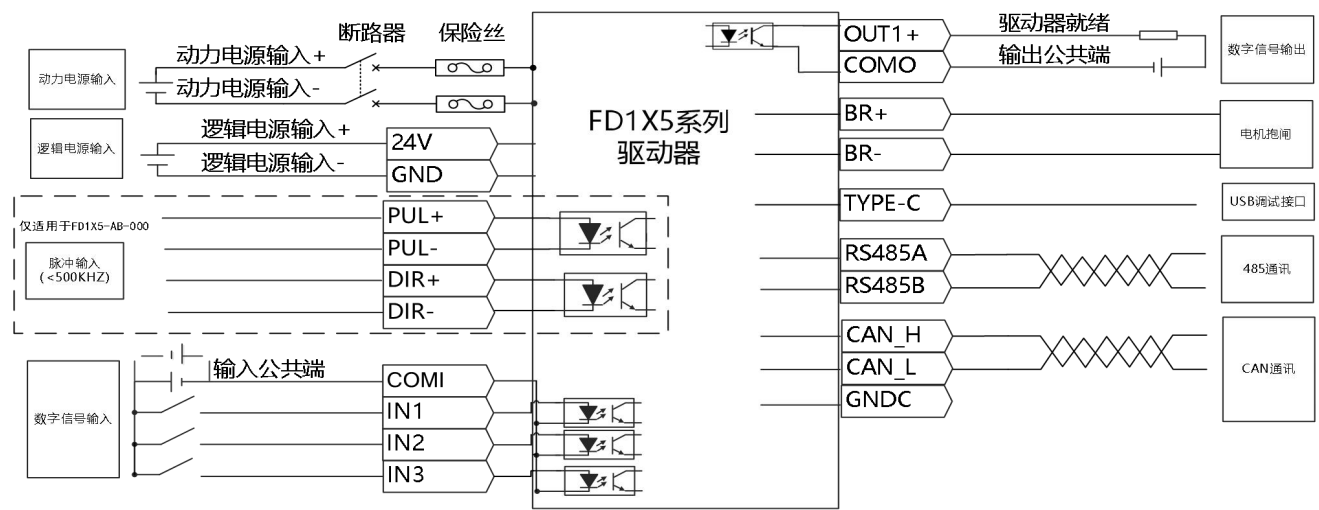

图 3-12 FD1X5 系列驱动器电气接线图
- 图 3-12 展示了 FD1X5 系列驱动器带有默认 I/O 功能的接线，更多 I/O 功能可以通过上位机软件来进行定义。